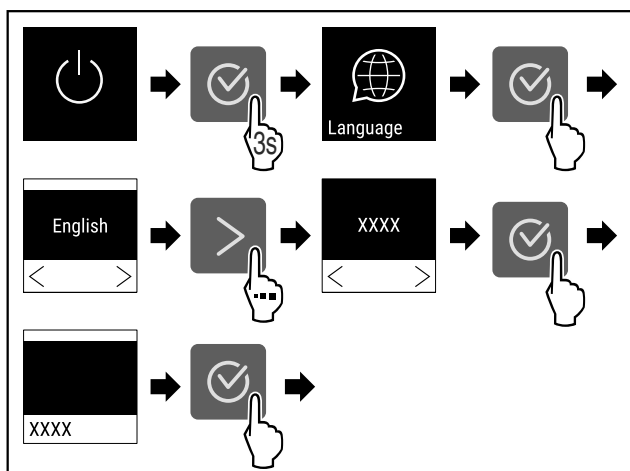

Fig. 54
- Følg anvisningene (se Fig. 54) .